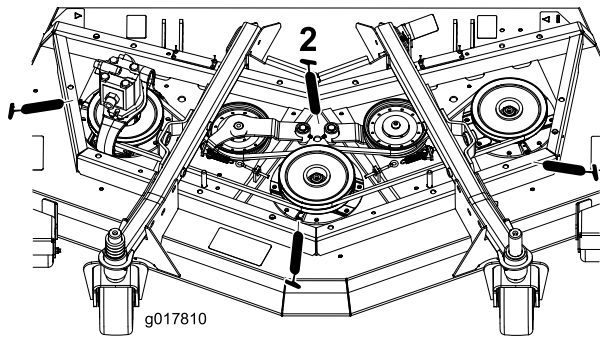

Figura 62
- Cuscinetti (3) dell'asse del perno (situati sotto la puleggia) (Figura 62)
- Boccole del perno del braccio di rinvio (Figura 62)